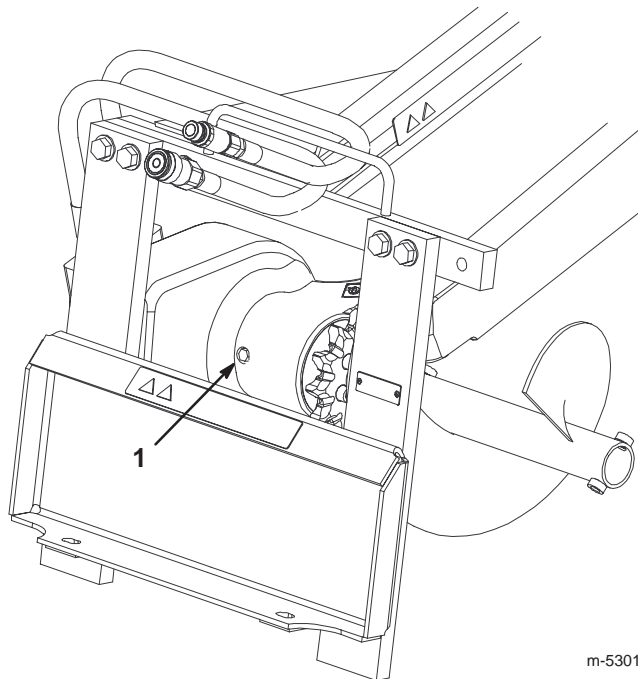

Bild 7
1. Reinigen Sie den Bereich um die Ölfüllschraube am Lagergehäuse (Bild 7).
2. Entfernen Sie die Verschlusschraube aus der Ölfüllöffnung am Lagergehäuse (Bild 7).
1. Reinigen Sie den Bereich um die Ölfüllschraube am Getriebe (Bild 7).
2. Entfernen Sie die Verschlusschraube aus der Ölfüllöffnung am Getriebe (Bild 7).